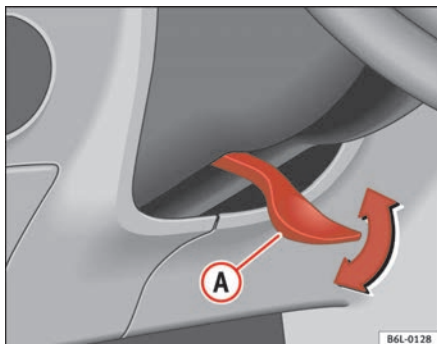

Fig. 93 Ajuste de la posición del volante
- Tire hacia abajo de la palanca ⇒ fig. 93 situada debajo de la columna de dirección ⇒ ⚠.